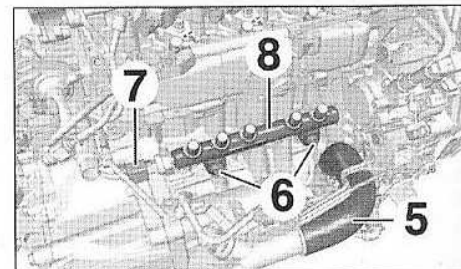

FIG.44
- Débrancher et écarter la durit (5) (Fig.44).
- Déposer les vis (6).
- Débrancher le connecteur (7).
- Déposer la rampe commune haute pression (8).